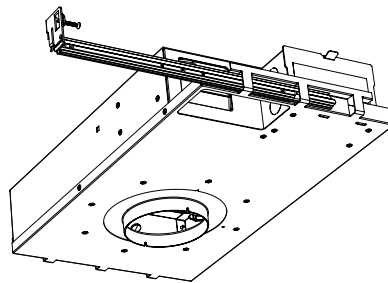

fig. 2
- Insérez la barre de fixation intérieure dans les trois fixations du boîtier situées à l'extrémité du boîtier D2. Assurez-vous que la vis se trouve en haut (voir la fig. 2).